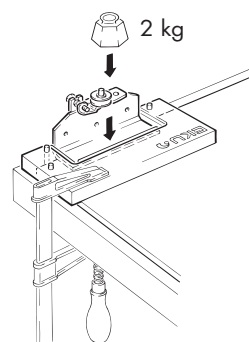

図 3-5-5
- [5] ガイドを治具⑮に治め、その上から約 2 kg のおもりを載せて 10 分間はそのままにしておいてください (図 3-5-5)。